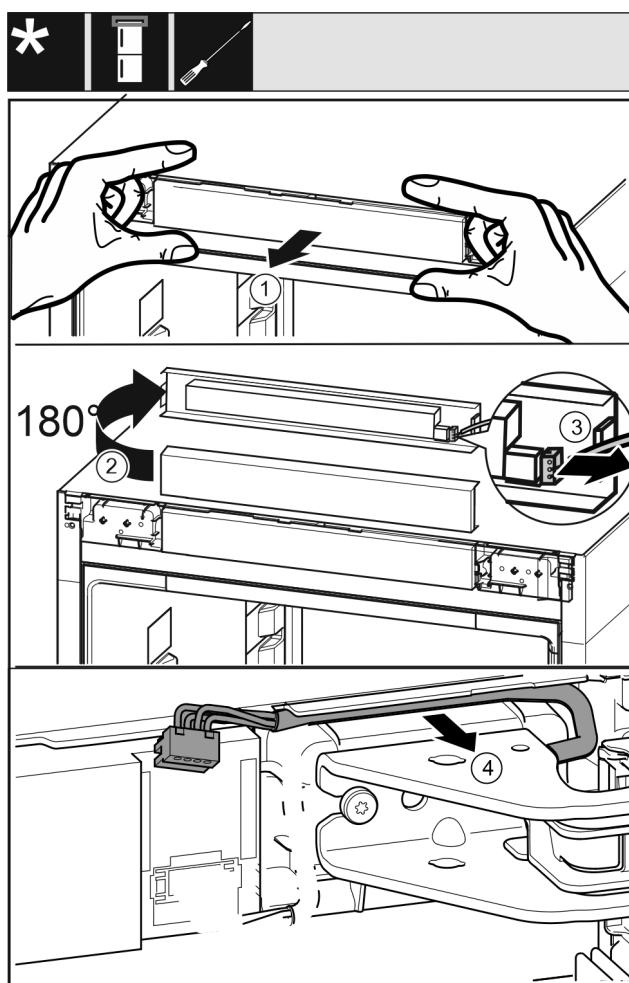

Fig. 19
- ▶ Atsargiai atlaisvinkite į priekį prietaiso valdymo skydelį. Fig. 19 (1)
- ▶ Pasukite valdymo skydelį į viršų 180°. Fig. 19 (2)
- ▶ Paspauskite fiksavimo iškyšą į galą ir atsargiai ištraukite kištuką. Fig. 19 (3)
- ▶ Pro atraminę gembę iš kreipiamosios atsargiai atlaisvinkite kabelius. Fig. 19 (4)